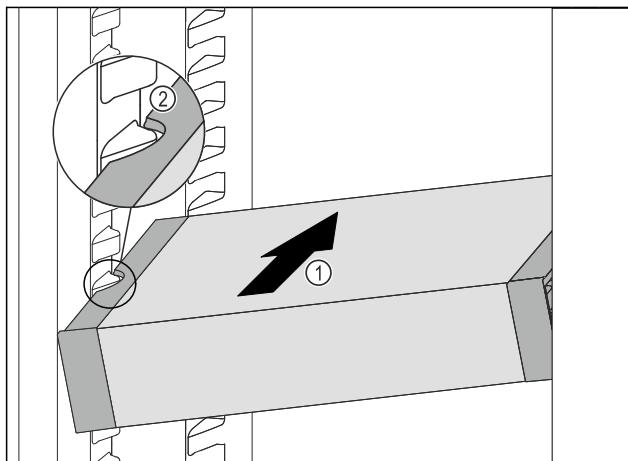

Fig. 106
- ▶ Predal VarioSafe potiskajte poševno v hladilnik Fig. 106 (1), dokler stranska izreza Fig. 106 (2) predala VarioSafe nista na višini nastavka za posodo v hladilniku.